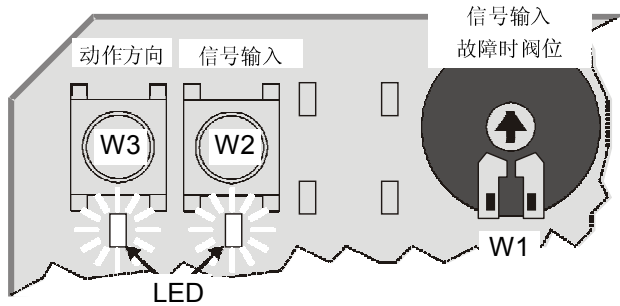

图1. 按钮和电位计
① 出厂设置。可以通过PCB上的按钮W3实现反向动作 (见图1)。
同时按住W2和W3>2秒 (见图1)，两个指示灯开始闪烁，此时进入自适应过程。
模拟输入信号Y 可通过位于PCB右侧按钮W2进行选择 (见图1)。当对应LED灯亮时，输入型号为0...10 Vdc (出厂设置)；当对应LED灯暗时，输入型号为2...10 Vdc。
使用电位计W1可选择当输入信号故障时，执行器的阀门连接件位置 (见图1)。出厂设置为输入信号故障时，连接件将位于全行程的中间位置 (50%)。
执行器的动作方向可通过位于PCB左侧按钮W3进行选择 (见图1)。当对应LED灯亮时，输入0(2) Vdc控制信号则阀门连接件位于执行器最顶端 (出厂设置)；当对应LED灯暗时，输入0(2) Vdc控制信号则阀门连接件位于执行器最底端。